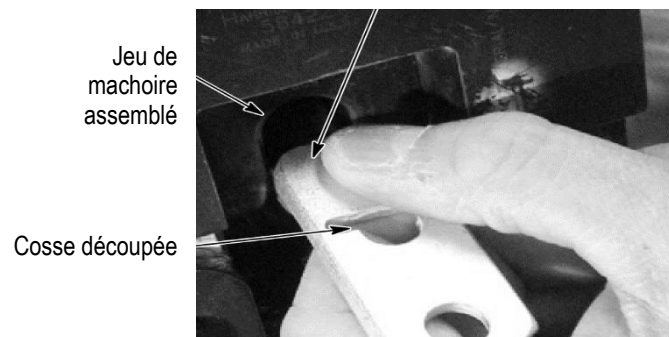

Figure 4
5. Retirer la cosse sertie de l'outil. Lors du retrait d'une cosse de l'outil de sertissage, la tenir comme indiqué dans la figure 4.
6. Retirer la cosse sertie de l'outil. Lors du retrait d'une cosse de l'outil de sertissage, le tenir comme indiqué dans la figure 4.